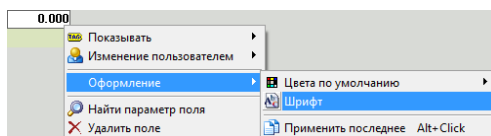

Рис. 4.47
- 3) **шрифт**, его начертание, размер и набор символов. Откройте контекстное меню поля, выберите «Оформление» и «Шрифт». В открывшемся диалоговом окне установите интересующие Вас настройки (рис. 4.47);